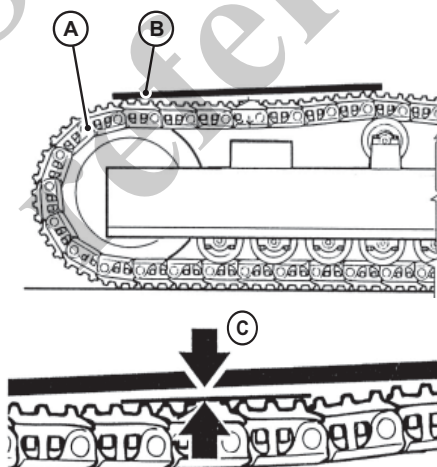

Fig. 223 Determinación de la tensión de la cadena de oruga
- 2 | Coloque una regla (B, Fig. 223) en la cadena de oruga (A, Fig. 223).
- 3 | Mida la distancia (C, Fig. 223) (holgura) entre el rodillo de cadena y el eslabón de cadena.
- 4 Si la dimensión de la holgura es excesiva, tense la cadena con el tensor de resorte (D, Fig. 223) que se proporciona. Si la dimensión de la holgura es insuficiente, afloje la tensión de la cadena.